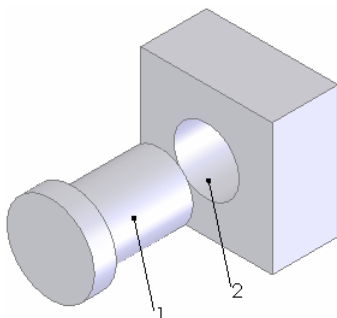
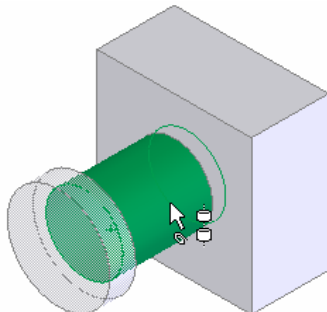

图 11-45 插入零件的装配体文件
图 11-46 装配体的预览模式
① 新建装配体文件。选择菜单栏中的“文件”→“新建”命令，或者单击“标准”工具栏中的“新建”图标按钮，在系统弹出的“新建 SolidWorks 文件”对话框中，单击“装配体”图标，创建一个装配体文件。
② 插入零件。选择菜单栏中的“插入”→“零部件”→“现有零件/装配体”命令，插入已绘制的名为“底座”和“圆柱”的文件，并调节视图中零件的方向，结果如图 11-45 所示。
③ 执行智能配合命令。选择菜单栏中的“插入”→“智能扣件”命令，或者单击“装配体”工具栏中的“智能扣件”图标按钮，此时系统弹出“智能扣件”属性管理器。
④ 自动配合。双击图 11-45 中的圆柱面 1，零件以半透明模式显示，当指针变为，移动“圆柱”零件到“底座”零件的圆柱面 2 上，两个零件会自动配合，如图 11-46 所示。